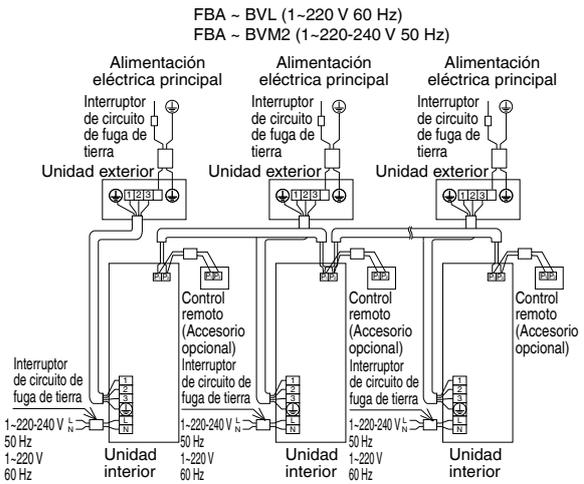

Fig. 30
- Control de grupo:** Un control remoto controla hasta 16 unidades interiores (Todas las unidades interiores operan de acuerdo con el control remoto). (Consulte la Fig. 30)